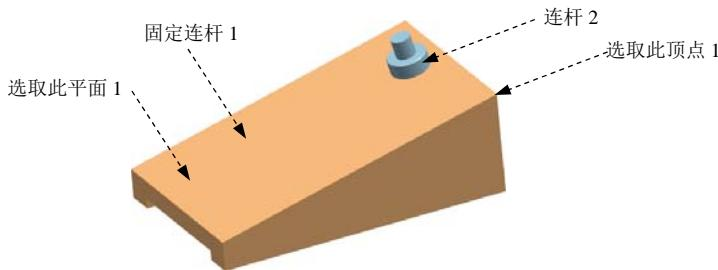

图 4.8.1 机构模型
下面举例说明平面副的创建过程，在图 4.8.1 所示的机构中，已经创建了一组仿真文件并定义了固定连杆 1 和连杆 2，本例模拟的是滑块（连杆 2）在斜面上由于重力的作用向下滑动的过程。
(1) 选择下拉菜单 → 命令，系统弹出“运动副”对话框；在“运动副”对话框 选项卡的 下拉列表中选择 选项；选取图 4.8.1 所示的连杆 2 为参考连杆；在“运动副”对话框 区域的 下拉列表中选取“终点”选项 , 在模型中选取图 4.8.1 所示的顶点 1 为原点参考；在 区域的 下拉列表中选择 选项，在模型中选取图 4.8.1 所示的平面 1 为矢量参考。
(2) 在“运动副”对话框 区域中选中  复选框；单击 区域中的 按钮，选取图 4.8.1 所示的连杆 1 为啮合连杆；在“运动副”对话框 区域的 下拉列表中选取“终点”选项 , 在模型中选取图 4.8.1 所示的顶点 1 为原点参考；在 区域的 下拉列表中选择 选项，在模型中选取图 4.8.1 所示的平面 1 为矢量参考。
(3) 单击 **确定** 按钮, 完成平面副的创建。